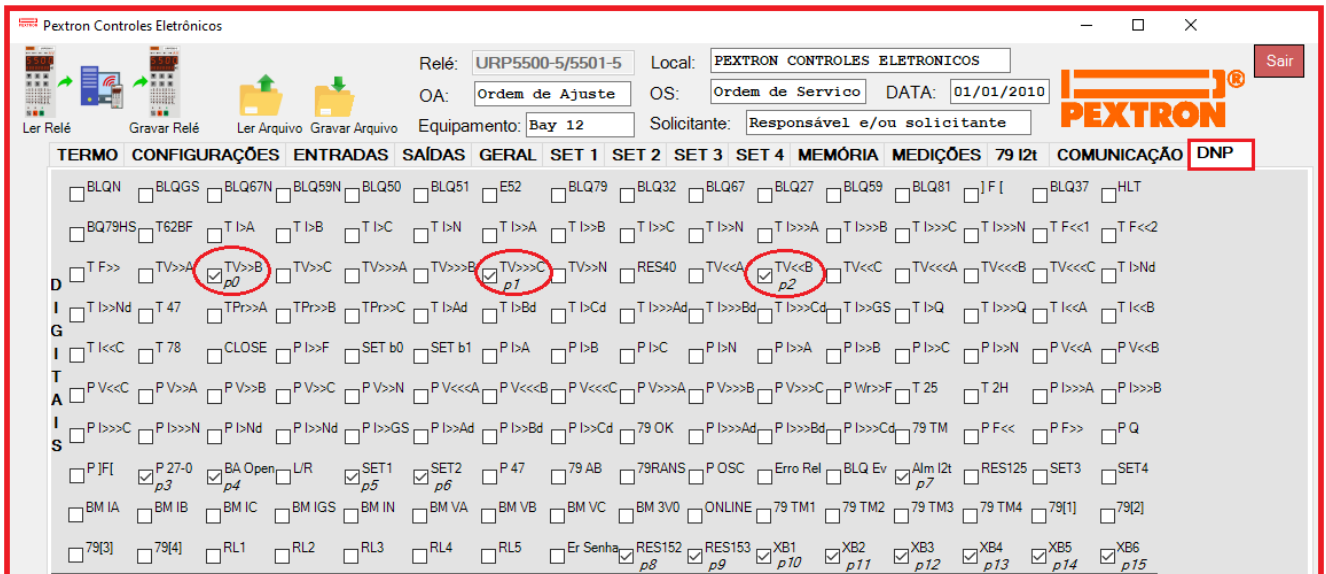

Figura 21.14: Pasta DNP do programa aplicativo indicando os pontos selecionados.
**Exemplo: Modo CONDENSADO** - Selecionamos os itens TV>>A, TV>>>C e TV<<B (figura 21.14). Na parte inferior direita do check Box aparece a indicação do ponto p0 ou p1 ou p2 sucessivamente.